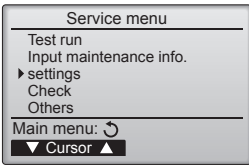

Fig. 6-2
6.2. Fernbedienung (Fig. 6-2)
① (Fig. 6-2)